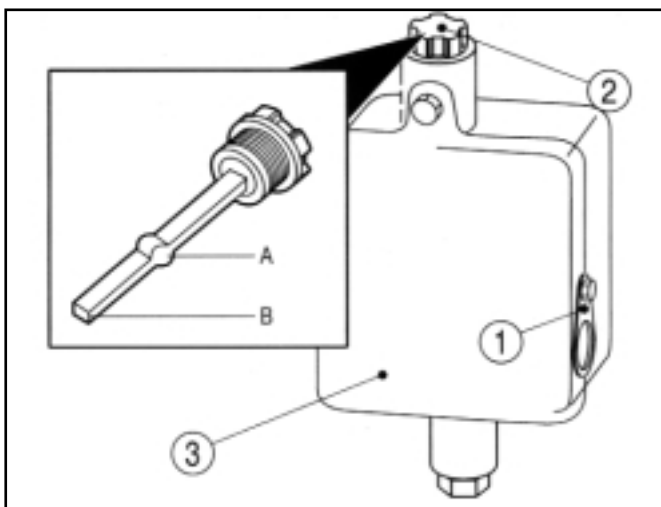

FIG. 104 / ABB. 104 / FIG. 104
Le réservoir (3) dans la Fig. 104 est logé à l'avant droit du tracteur. Enlevez le panneau droit du capot pour y accéder.
Le moteur à l'arrêt, enlevez la jauge (2) dans la Fig. 104 du réservoir. Le niveau doit être entre les marques A et B. Si nécessaire, ajoutez de l'huile par l'ouverture.
Enlevez le bouchon de vidange (3) dans la Fig. 104 du fond du réservoir et laissez l'huile s'écouler complètement. Appliquez un produit d'étanchéité sur les filets du bouchon de vidange et revissez-le.
Der Ausgleichsbehälter (3) der Servolenkung befindet sich auf der rechten Seite vorne am Traktor, wie aus Abb. 104 ersichtlich. Die rechte Seitenhaube abnehmen, um Zugang zu bekommen.
Bei ausgeschaltetem Motor den Meßstab (2) in Abb. 104 aus dem Ausgleichsbehälter schrauben. Der Ölstand sollte zwischen der oberen Markierung A und dem Ende B des Meßstabs liegen. Falls erforderlich, Öl in den Ausgleichsbehälter einfüllen.
Die Ablassschraube (3) in Abb. 104 herausdrehen. Das Öl vollständig ablaufen lassen. Das Gewinde der Ablassschraube mit Dichtungsmittel bestreichen und die Schraube wieder in den Behälter hineindrehen.
Het oliereservoir voor de stuurbekrachtiging (3) in Fig.104 bevindt zich rechts vooraan in de tractor. Verwijder het rechterzijpaneel van de motorkap om er bij te kunnen.
Schroef de peilstok (2) Fig.104 los. De olie moet tussen het hoogste peil A en het einde van de peilstok B komen. Voeg indien nodig door de opening voor de peilstok olie toe.
Schroef de aftapdop (3) in Fig.104 los uit de bodem van het oliereservoir. Laat de olie eruit lopen. Breng afdichtingsmateriaal aan op de draad van de aftapdop en schroef hem daarna weer vast.